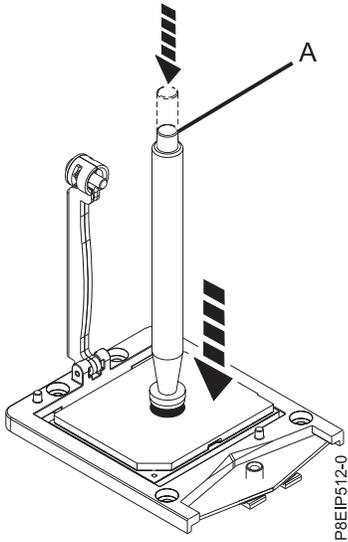

Abbildung 53. Ausbauwerkzeug auf das Systemprozessormodul herabsenken
3. Senken Sie den Vakuumstift auf das zu installierende Systemprozessormodul ab. Drücken Sie das obere Ende des Stiftes ganz herunter (**A**) und halten Sie den Stift im Zentrum des Systemprozessormoduls (siehe Abb. 53 auf Seite 52). Lassen Sie das obere Ende des Stiftes los, um den Stift am Systemprozessormodul zu befestigen.